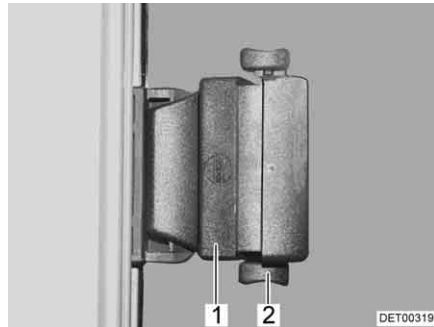

Bild 79 Schiebefenster mit Druckverriegelung
- Verriegelung (Bild 79,2) nach oben drücken.
- Griff (Bild 79,1) drücken und gleichzeitig nach vorn oder hinten schieben.